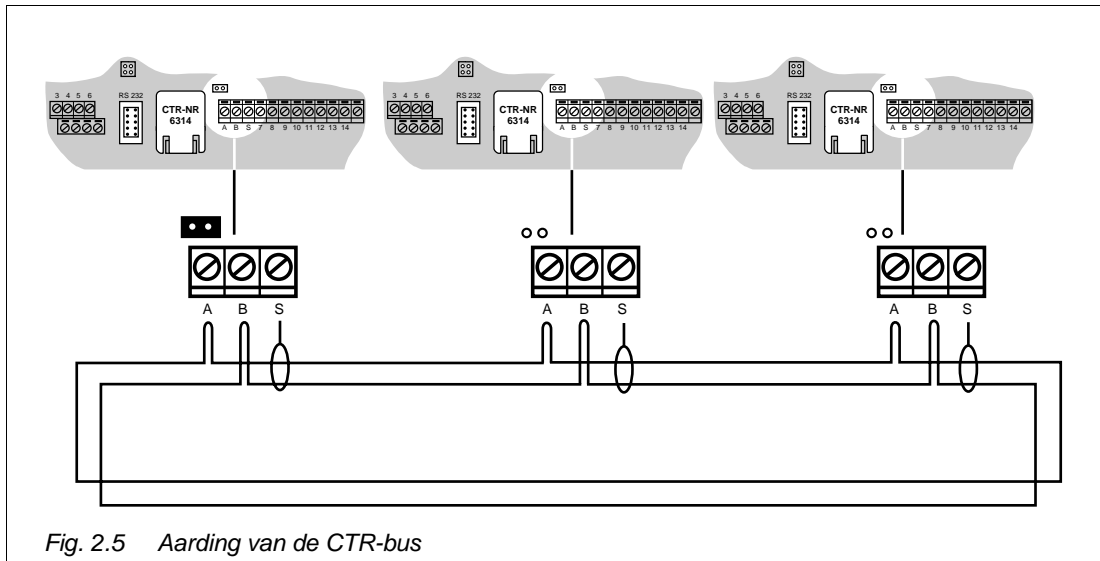

Fig. 2.5 Aarding van de CTR-bus
2. Leg de CTR-bus aan aarde door het plaatsen van de jumper over de pennen linksboven klem A (zie fig. 2.5).